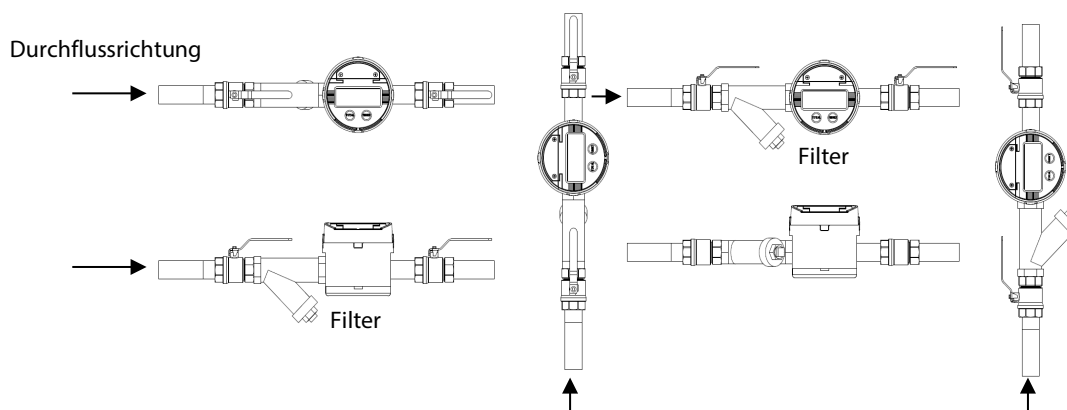

Abbildung 1: Zählereinbau
- Sicherstellen, dass der Zähler wie in „Abbildung 1:“ installiert wird.